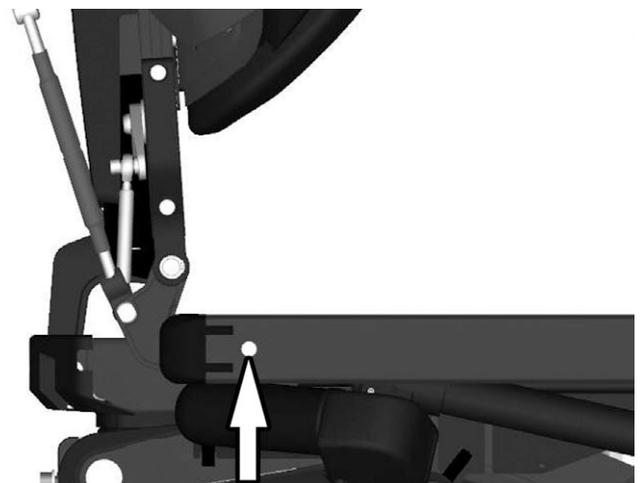

Abbildung 68. Die hintere Befestigungsschraube der UniTrack-Schiene.
4. Die hintere Schraube der UniTrack-Schiene wieder an der rechten bzw. linken Seite des Sitzes montieren. Siehe Abbildung. 68.